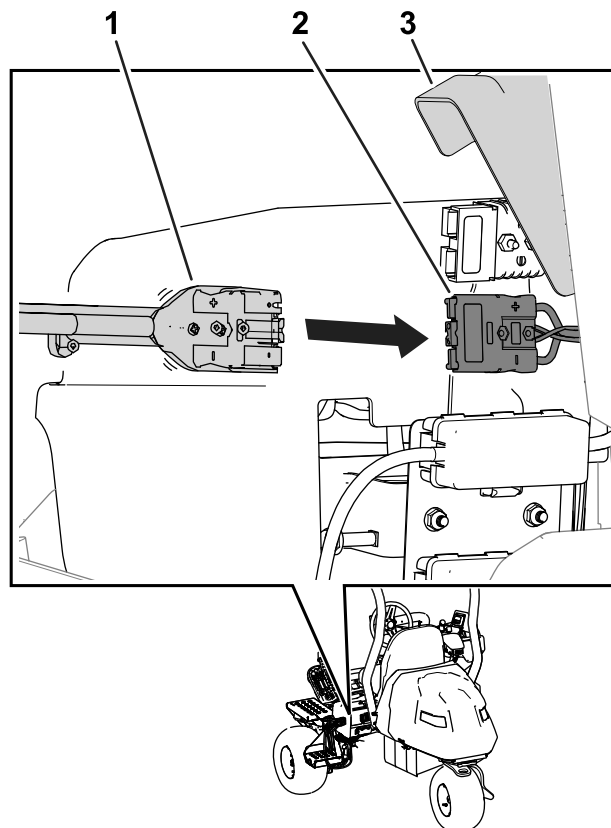

Bild 40
7. Heben Sie die Steckerabdeckung an und schieben Sie den Ladegerät-Ausgangsstecker in den Ladegerätanschluss in der Maschine (Bild 40).